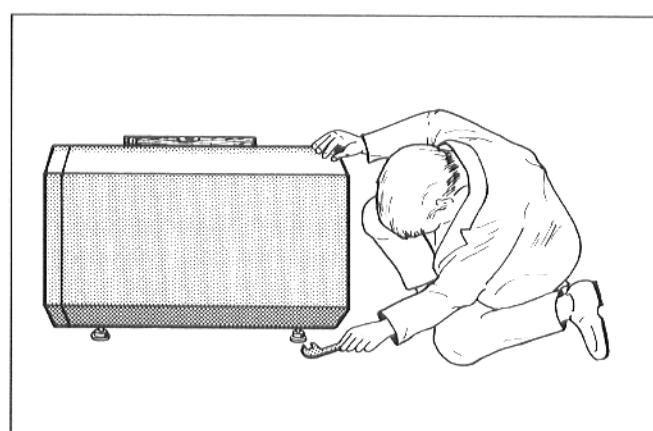

Рис. 4
- Установить бойлер-нагреватель хозяйственной воды, при помощи установочных болтов-ножек, с легким наклоном назад (рис. 4).